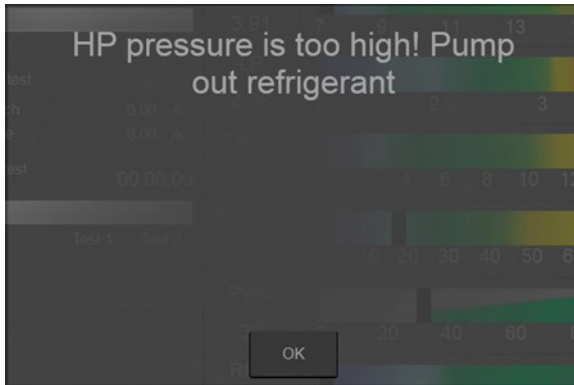

Рисунок 33. Повідомлення "Тиск НР занадто низький"
- "Тиск НР занадто низький" (рис.33). Це повідомлення з'являється в разі діагностики в режимі автотесту і виникне, якщо оператор не відкрив кран перед запуском тесту продуктивності або тесту на шум.